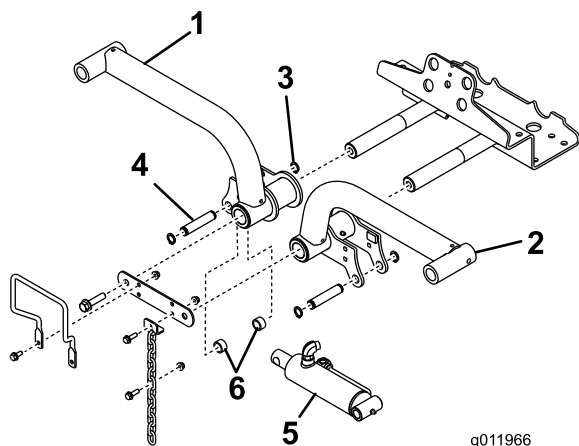

図 15
- 左右の昇降アームをそれぞれピボットシャフト (図 15) に差し込み、保管しておいたピボットシャフト・リンクとキャップスクリューを取り付けて固定する。
6. 昇降シリンダの右端を右昇降アームに連結する(ピン 1 本とスペース 2 個)(図 15)。リテーナリングで固定する。